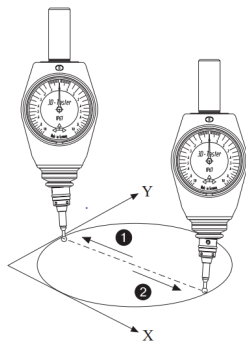

Abb. 9
---Die 3D-Tester-Sonde in die Bohrung einführen und entlang der X-Achse vorfahren, bis die Sonde das Werkstück berührt und der Zeiger auf "0" steht (Abb. 9).